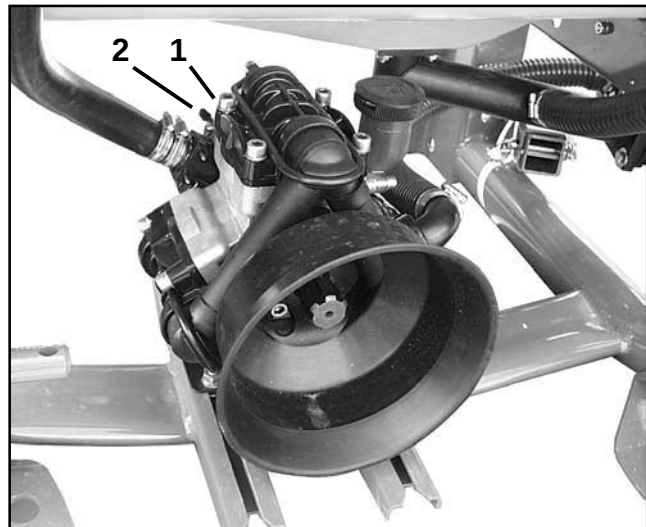

Fig. 9.5
- Luftdruck erneut kontrollieren, ggf. korrigieren. Sinkt der Luftdruck in kürzester Zeit wieder ab, ist die Druckspeichermembrane (Fig. 9.5/ 2) defekt und auszutauschen.